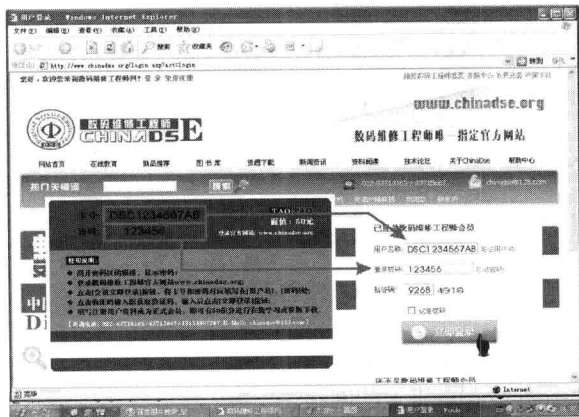

图5 输入用户名、密码
⑤ 待登录界面打开后，将学习卡上的卡号填写到用户名中，将密码填写到登录密码中，如图5所示。